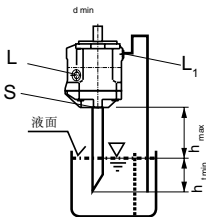

图2
- 如果油箱的最低液面低于泵的安装法兰面则“L1”以及可能“S”口的接管见图2。
油箱上的安装见图2。